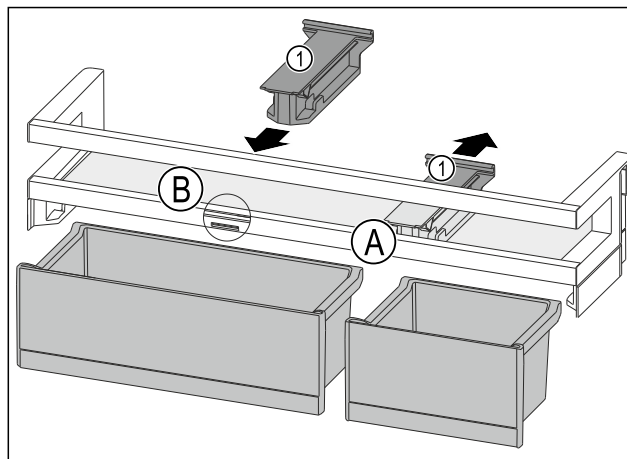

Fig. 185
- Largoni nga prapa pjesën mbajtëse Fig. 185 (1) në pozicionin Fig. 185 (A).
- Vendosni pjesën mbajtëse Fig. 185 (1) në pozicionin Fig. 185 (B).